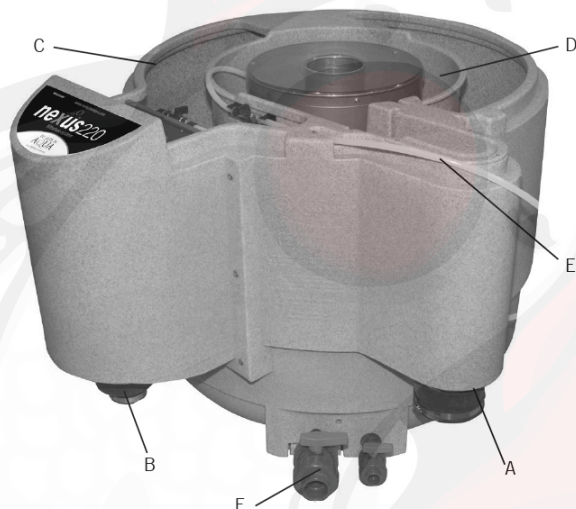

Figura 14
1. Conecte la tubería de su estanque al conector Eazy en la entrada del Nexus (A).
2. Conecte la bomba de agua al conector Eazy 4" - 2". Conector Eazy (B) en la salida usando la tuberías adecuada. Una válvula debe colocarse entre la bomba y el Nexus, para aislar el Nexus durante la limpieza.
3. Vierta el 2 x 50L K1 Medios en la cámara exterior (C) del Nexus (Figura 14).
4. Conecte la bomba de aire a la entrada de aire del Nexus (E).
6. Conecte las válvulas de residuos (F) a la salida del desagüe.